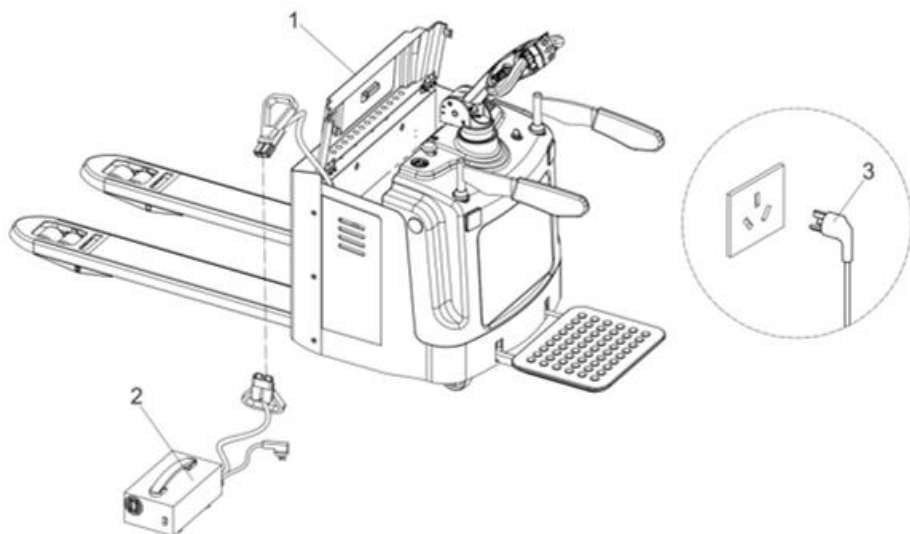

Рис. 15 – Зарядка аккумулятора
- Выключите питание и откройте крышку 1, подключите зарядное устройство 2 и разъем, подключите и начните зарядку 3 (рис. 15).